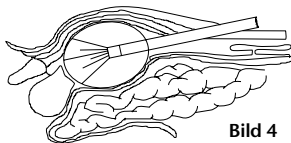

Bild 4
4. När instrumentet har förts in stängs uppblåsningssumpen med den transparenta anslutningen på ventilstommens öppna insufflationskran. Sedan tas obturatorn bort och ersätts med endoskopet, om det inte redan har gjorts (se punkt 2). Nu blåses ballongen försiktigt upp med pumpen genom insufflationskranen som är vänd uppåt. För att blåsa upp PAJUNK®-ballongsystemet (bilateralt) trycker du på pumpen max. 15 gånger (Extra Large 25 gånger), beroende på de anatomiska förhållandena och under konstant övervakning med endoskopet. Ballongens uppblåsning leder till en fortskridande dissektion som övervakas med endoskopet. (Bild 4)